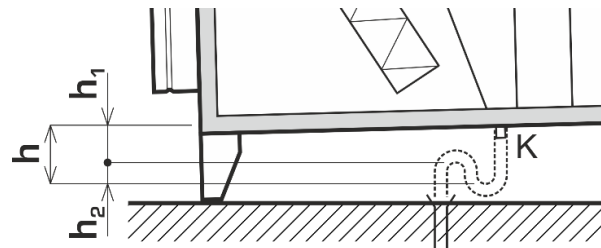

Abbildung 1
- Schließen Sie an den Kondensatanschluss KV des Lüftungsgerätes ($\varnothing 32$ mm) einen Siphon oder bei Aussengeräten, ein rostfreies flexibles Rohr (Riffelrohr) an, das wie ein Siphon mit den Maßen nach Abb.1 geformt wird.